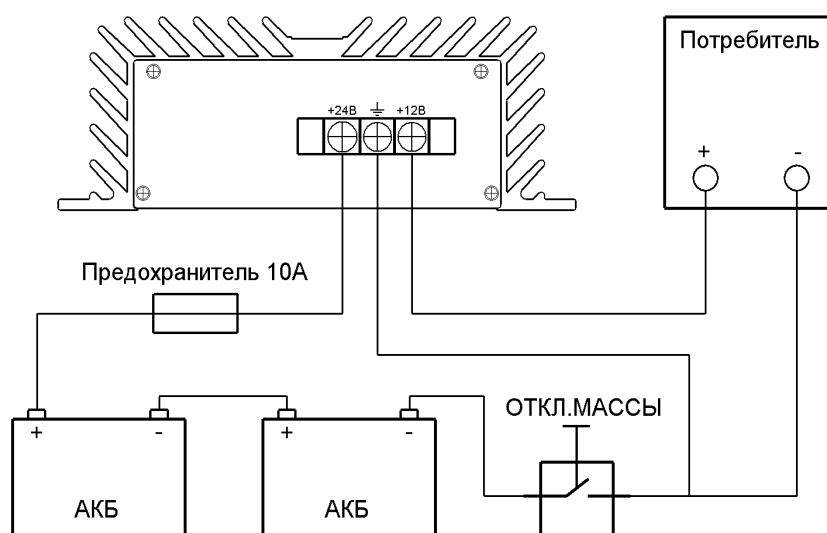

Рис. 1: Схема подключения ПН24/12-12
- 4.3. Подключите клемму «+24В» преобразователя к бортовой сети автомобиля через дополнительно установленный предохранитель. Номинал дополнительного предохранителя — 10А;(См. рис. 1).